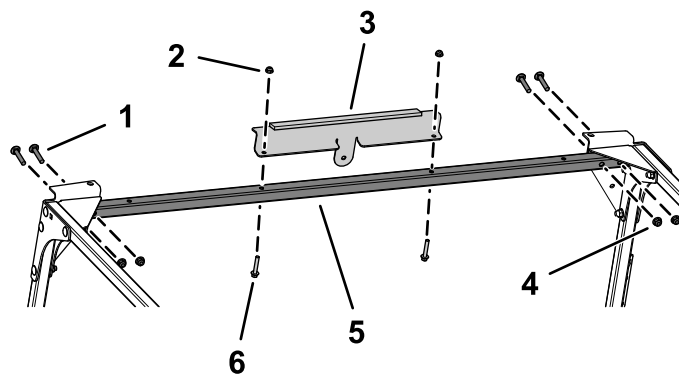

**Figura 10**
9. Instale provisionalmente el enlace transversal trasero a los tubos de enlace transversal y las placas traseras con 4 pernos de cuello cuadrado (5/16" x 1 3/4"), 4 pernos de cuello cuadrado (5/16" x 3/4") y 8 tuercas con arandela prensada (5/16"), tal y como muestra en la Figura 10.